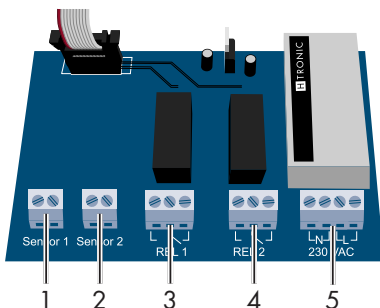
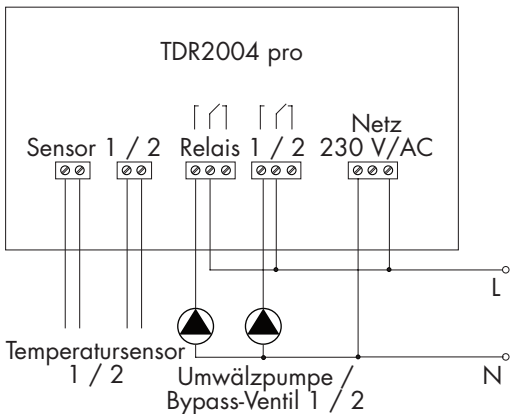

Abbildung 5 Innerer Anschluss
Abbildung 6 Schaltplan
10. Schließen Sie die Phase der Spannungsversorgung an die Schraubklemme "L" des Anschlusses Spannung an (Abbildung 5, Pos. 5).
11. Schließen Sie den Neutralleiter der Spannungsversorgung an die Schraubklemme "N" des Anschlusses Spannung an (Abbildung 5, Pos. 5).
13. Schließen Sie die Leitungen des Temperatursensors 1 an je einer der Schraubklemmen des Anschlusses Sensor 1 an (Abbildung 5, Pos. 1).
17. Schließen Sie die Leitungen des Temperatursensors 2 an je eine der Schraubklemmen des Anschlusses Sensor 2 an (Abbildung 5, Pos. 2).
- ▶ Bei Umwälzpumpen / Bypass-Ventilen mit Betriebsspannung von 230 V / AC kann die Phase und der Neutraleiter von der 230 V Spannungsversorgung für den TDR2004 pro gebrückt werden, siehe "Abbildung 6 Schaltplan" auf Seite 27 und Pos. 5 "Abbildung 5 Innerer Anschluss" auf Seite 24.
21. Schließen Sie die Spannungsversorgung an der mittleren Schraubklemme des Anschlusses Relais 1 an (Abbildung 5, Pos. 3).
22. Schließen Sie die Phase der Umwälzpumpe / Bypass-Ventil 1 an der linken Schraubklemme des Anschlusses Relais 1 an (Abbildung 5, Pos. 3).
23. Schließen Sie den Neutralleiter der Umwälzpumpe / Bypass-Ventil 1 an der Schraubklemme "N" des Anschlusses Spannung an (Abbildung 5, Pos. 5).
27. Schließen Sie die Spannungsversorgung an der mittleren Schraubklemme des Anschlusses Relais 2 an (Abbildung 5, Pos. 4).
28. Schließen Sie die Phase der Umwälzpumpe / Bypass-Ventil 2 an der linken Schraubklemme des Anschlusses Relais 2 an (Abbildung 5, Pos. 4).
29. Schließen Sie den Neutraleiter der Umwälzpumpe / Bypass-Ventil 2 an der Schraubklemme "N" des Anschlusses Spannung an (Abbildung 5, Pos. 5).